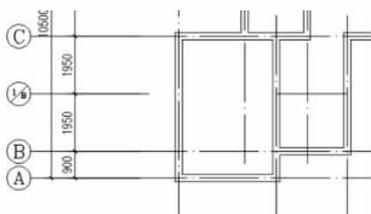

图 3-9 调整直线长度
(2) 选中绘制的辅助直线,调整直线的长度,如图 3-9 所示。